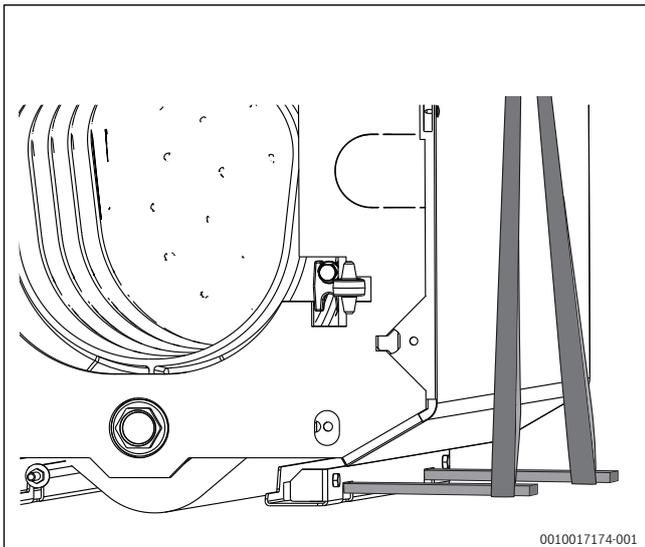

Bild 13 Anheben mittels Vierkantrohr und Krangeschirr (60 kW)
- ▶ Vierkantrohr (15x15 mm) durch die Bodenschiene führen und mit Krangeschirr (Rundschlingen) anheben (→ Bild 13)